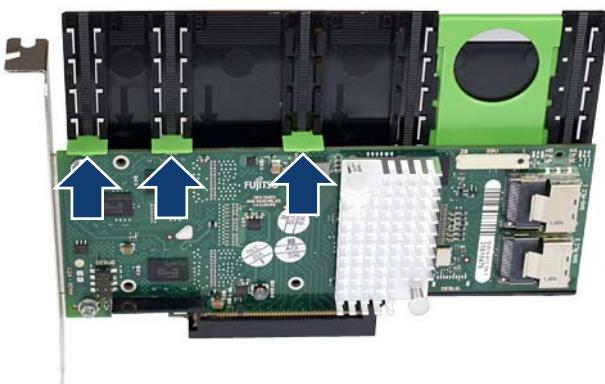

図 24: 拡張カードの取り外しツールからの取り外し
拡張カードを取り外しツールから取り外すときには、ボードを取り外しツールに固定している固定フックに注意してください (100 ページ の図 24 の矢印を参照)。持ち上げるときは、約 1 mm まで、拡張カードが外れる範囲までにしてください。それ以上持ち上げると、固定フックが破損します。
- ▶ ダミーモジュールを、PCI ボードと同様の方法で取り外します (100 ページ の図 24 を参照)。